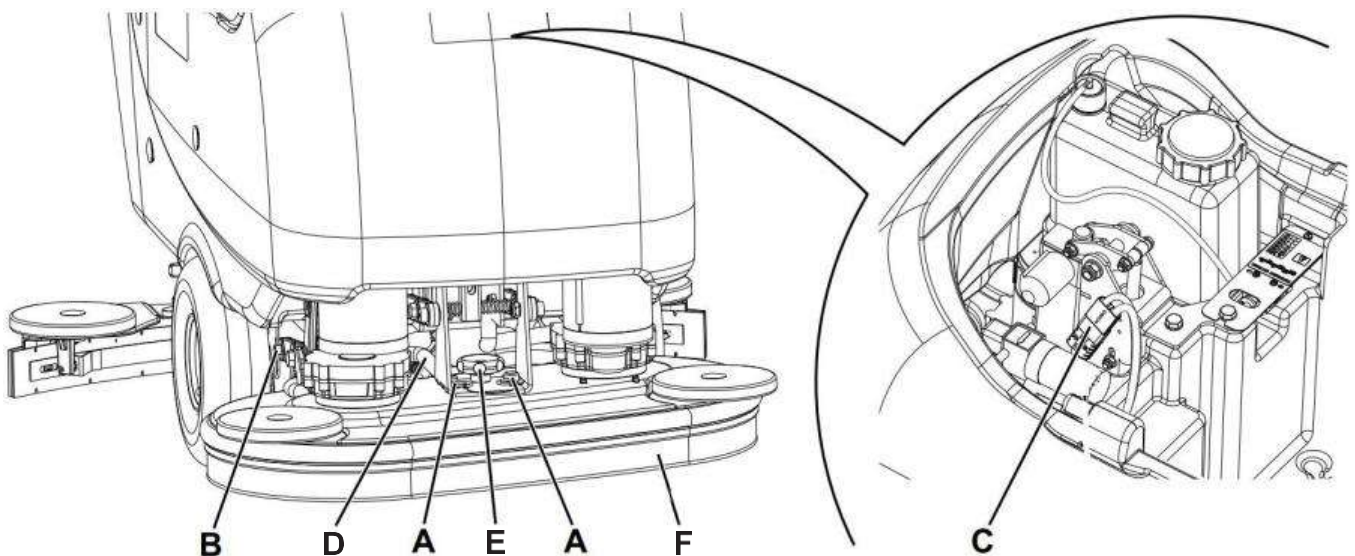

Figure 13
3. Appuyer sur le bouton-poussoir (66) pour démarrer la machine.
4. Baisser le plateau porte-brosses/porte-tampons en appuyant sur l'interrupteur (61).
5. Éteignez la machine en maintenant appuyé l'interrupteur (66) pendant près d'une seconde.
6. Retirer les goupilles de sécurité (A, Fig. 13) et [uniquement pour le plateau porte-brosses/porte-tampons (18)] la goupille de fixation (B).
7. Ouvrir le couvercle (22) et contrôler si le réservoir de récupération (21) est vide. Dans le cas contraire, le vider au moyen du tuyau de vidange (16). Fermer le couvercle (22).
8. Saisir la poignée (41) et soulever avec précaution le réservoir (40) pour parvenir au branchement électrique du plateau porte-brosses.
9. Débrancher le connecteur rouge (C).
10. Déconnecter le raccord (D) du tuyau de la solution.
11. Dévisser le volant de fixation (E), puis enlever le plateau porte-brosses/porte-tampon (F).